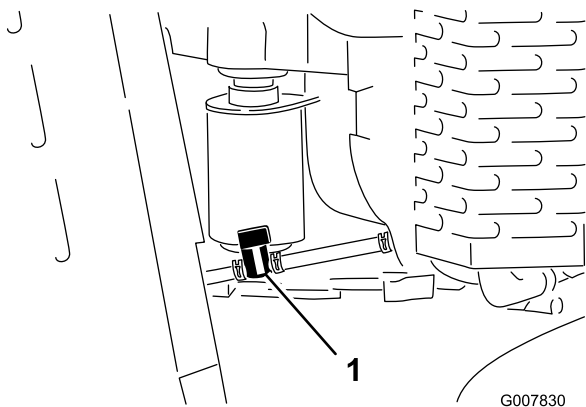

Figura 37
4. Gire la válvula de cierre del combustible a la posición de cerrado (Figura 37).
5. Apriete los extremos de la abrazadera en el lado del motor de la válvula de cierre, y deslícela por el tubo de combustible, alejándola de la válvula (Figura 37).
6. Retire el tubo de combustible de la válvula (Figura 37).
3. Gire la válvula de cierre del combustible a la posición de cerrado (Figura 37).
7. Gire la válvula de cierre del combustible a la posición de abierto (Figura 37).